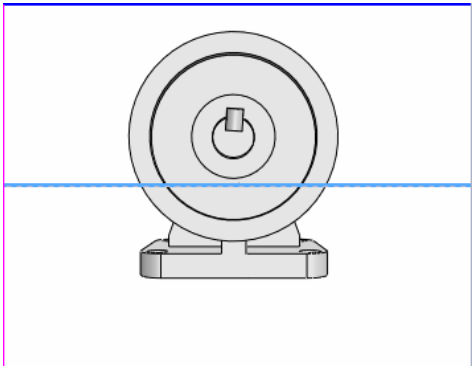

图 13-59 相机定位
⑤ 拖动相机视野以通过使用视口作为参考来进行拍照，右视口中的图形如图 13-59 所示。